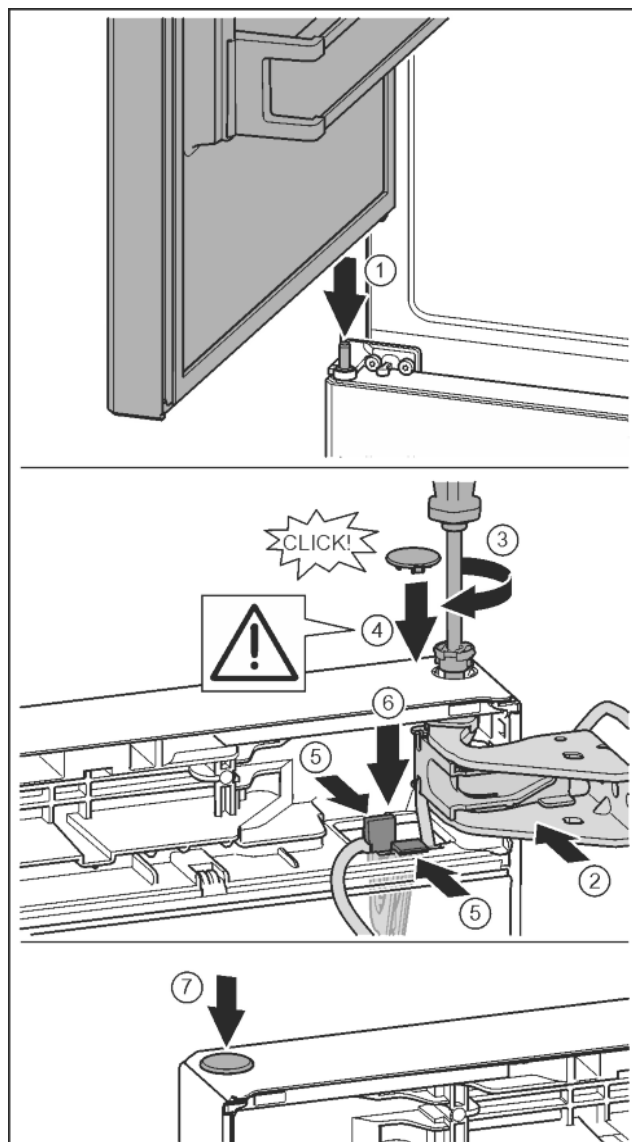

Fig. 37
- Установка верхней двери на средний опорный палец Fig. 37 (1)
- Дверь вверху выровнять по отверстию в опорном кронштейне. Fig. 37 (2)
- Вставить палец и затянуть отверткой T15. Fig. 37 (3)
- Установить предохранительную крышку для защиты двери: вставить предохранительную крышку и проверить, прилегает ли она к двери. В ином случае вставить палец полностью. Fig. 37 (4)
- Вставить держатель кабеля с закрепленным на нем кабелем в отверстие. При этом более длинное отверстие соединительной накладке должно быть направлено вперед. Fig. 37 (5)
- Прижать держатель вниз так, чтобы соединительная накладка защелкнулась. Fig. 37 (6)
- Вставить заглушку. Fig. 37 (7)